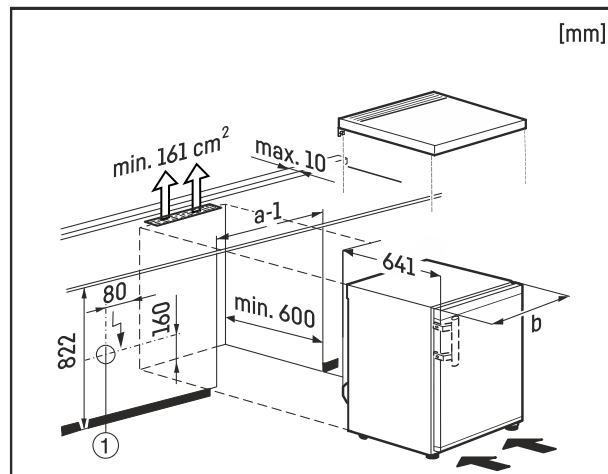

Fig. 8
При этом розетка Fig. 8 (1) должна располагаться не у задней стенки устройства и быть легко доступна.